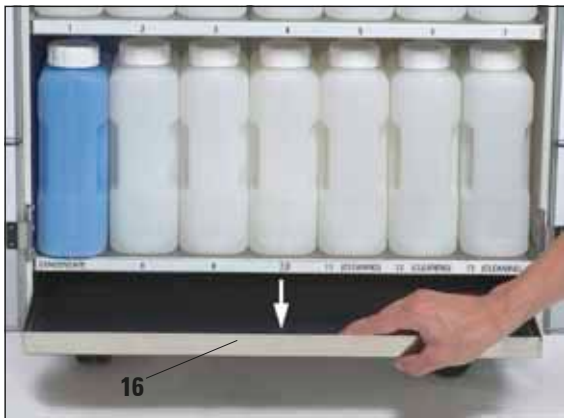

Fig. 82
Comprobar a intervalos regulares si se han acumulado productos químicos derramados en el depósito colector (16) (Fig. 82).